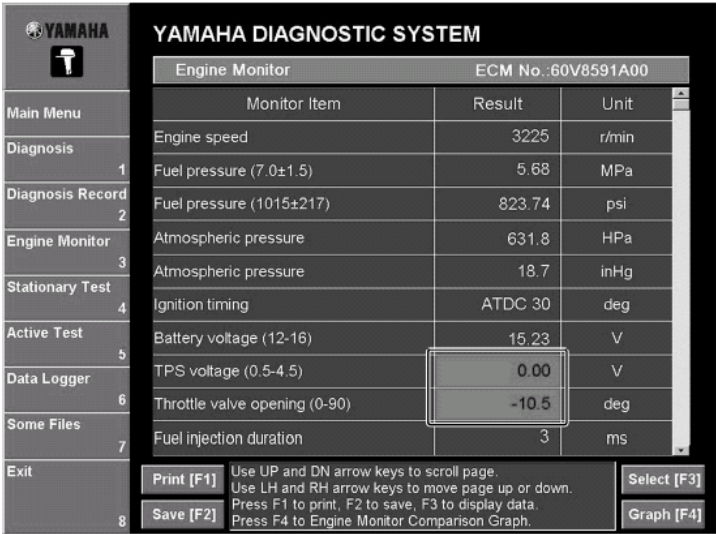

Рис. 46
- Если результаты диагностики отображенные в колонке **Результат( Result)** вне поля допуска, подсвечены красным. (Рис. 46)